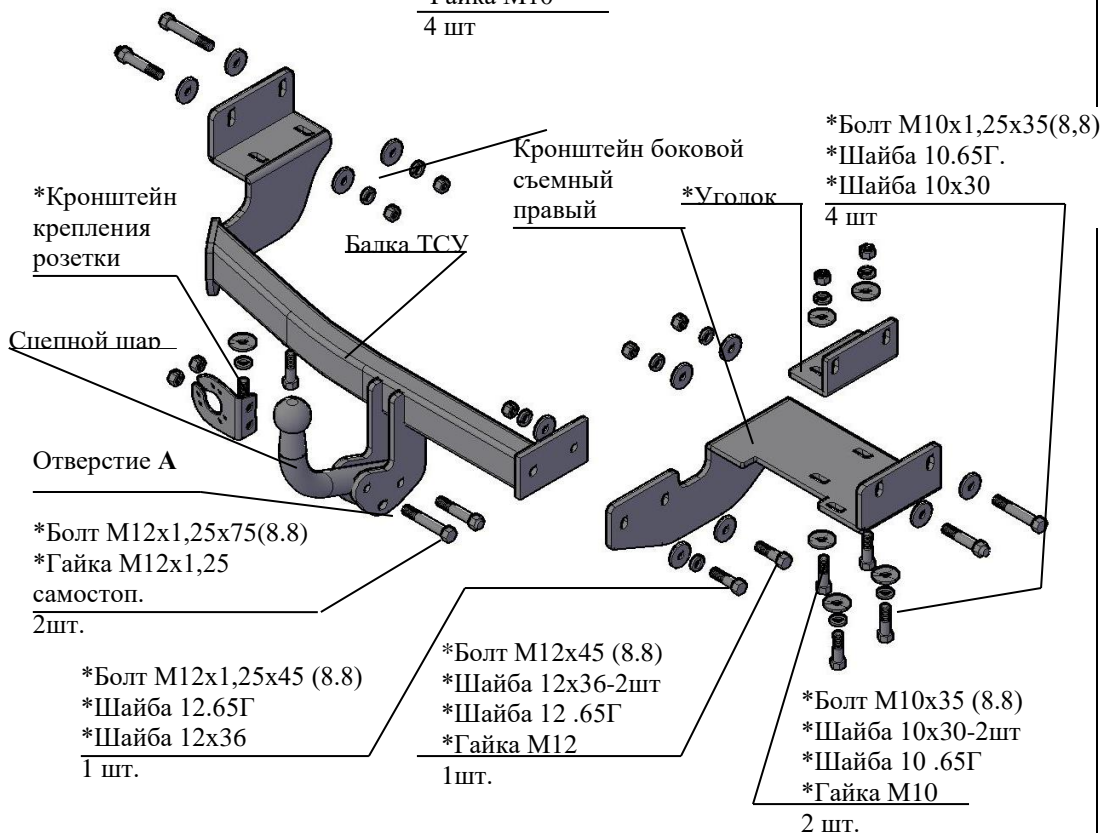

Рис.1 Тягово-сцепное устройство 7360
2.1 ТСУ 7360 в сборе (рис.1)	1 шт.
2.2 Пакет с комплектующими (см. рис.1)	1 шт.